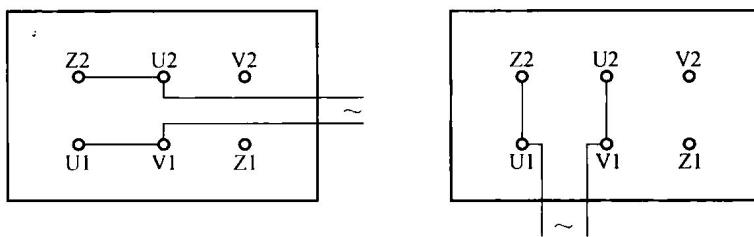

图 1-1-6 电容启动异步电动机接线标志
(2) 额定功率  $P_N$ : 电源电压、频率和转速在额定情况下电动机转轴上输出的机械功率, 单位为 W。单相异步电动机标准额定功率有: 0.4W、0.6W、1.0W、1.6W、2.5W、4W、6W、10W、16W、25W、40W、60W、90W、120W、180W、250W、370W、550W、750W。
(3) 额定电压  $U_N$ : 指施加在电动机绕组端的电源电压, 单位为 V。单相异步电动机的标准电压有 12V、24V、36V、42V、220V。
(4) 额定电流  $I_N$ : 在额定电压  $U_N$ 、额定功率  $P_N$ 、额定转速  $n_N$  下, 电动机定子绕组的电流值, 单位为 A。
(5) 额定频率  $f_N$ : 电动机电源频率在符合铭牌要求时的频率。我国工频为 50Hz。
(6) 额定转速  $n_N$ : 电动机在额定电压、额定频率、额定负载下工作时, 电动机的转速。单位为 r/min。
(7) 防护等级、绝缘等级、工作方式、工作制同三相异步电动机。
(8) 接线标志: 单相异步电动机的主绕组首、尾用 U1、U2 表示, 辅绕组的首、尾用 Z1、Z2 表示, 有抽头时用 U3、U4 或 Z3、Z4 表示。电容启动异步电动机接线标志如图 1-1-6 所示。